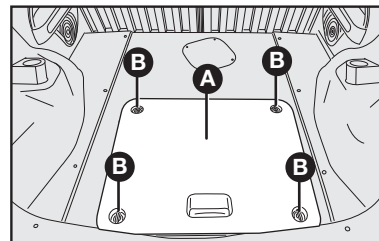

fig. 14
19) Para as versões Uno Furgão, recolocar a tampa **A-fig. 14**, apertando as borboletas laterais **B**.